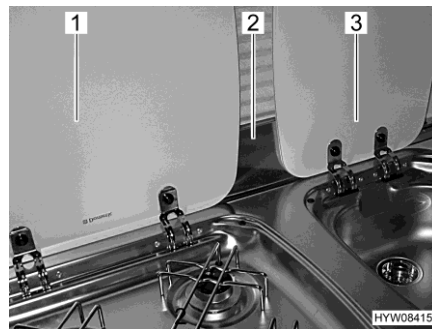

Fig. 11 Chapa guardallamas y cubiertas
- Quitar la chapa guardallamas (Fig. 11,2) y guardarla de manera segura.
- Colocar las cubiertas del fregadero (Fig. 11,3) y de la cocina de gas (Fig. 11,1) sobre los mismos.